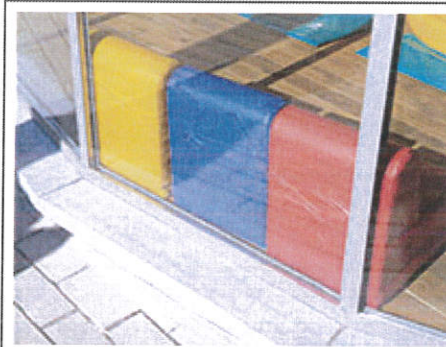

Fig. 2 Exemple de casse thermique sous l'influence de l'environnement interne
- à l'**environnement intérieur**, qui peut accroître de manière importante les écarts de température entre les parties chaudes et froides d'un vitrage en raison, par exemple, de la présence de stores ou de tentures, d'un objet sombre derrière le vitrage (meuble, montant d'un châssis coulissant, ...), d'autocollants ou d'affiches apposés sur le vitrage, d'un plafond situé devant le vitrage ou d'autres dispositifs d'ombrage internes (cf. figure 2), mais également de la proximité d'une source de chaleur (radiateur, convecteur, ...) ou d'un système de ventilation propageant de l'air chaud ou froid, ...